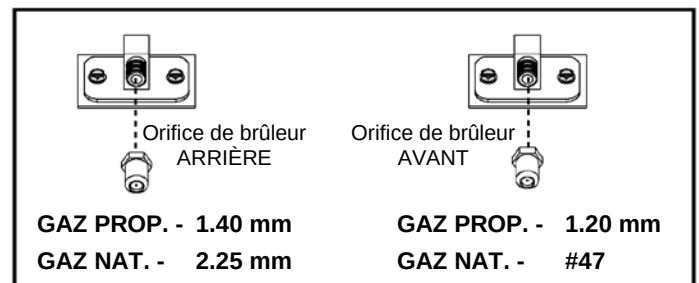

Figure 30.
8. **Remplacez les orifices de brûleur.** Voir fig. 30. Avec une clé plate (ou à douille profonde) 1/2 po, retirer les orifices de brûleur des boîtiers coulés en laiton, et les remplacer par les orifices adéquats, fournis avec le kit.